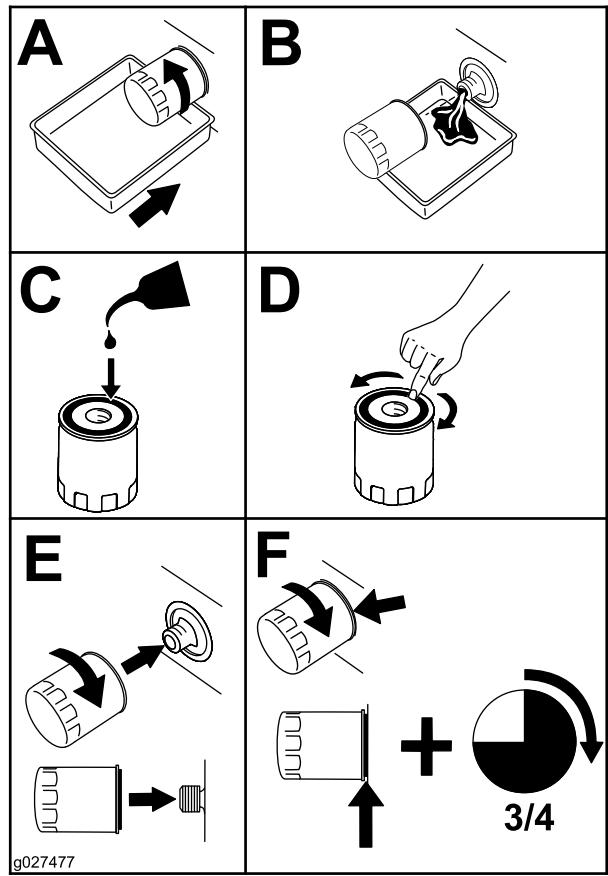

Figura 33
- Sustituya el filtro de aceite del motor (Figura 33).
- Localice y retire la(s) bujía(s), tal y como se muestra en la Figura 33.